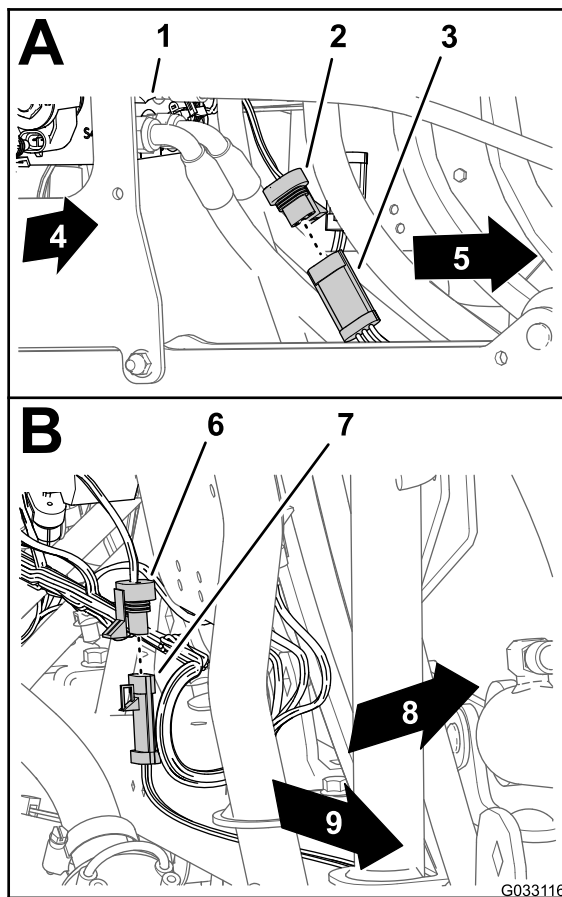

Figura 178
1. Ligue o conector de 3 tomadas da cablagem do Sonic Boom ao conector de 3 pinos do cabo para o sensor Ultra Sonic direito (Figura 178).
2. Ligue a tomada de três pinos da cablagem do Sonic Boom do conector de três pinos do cabo para o sensor Ultra Sonic esquerdo (Figura 178).